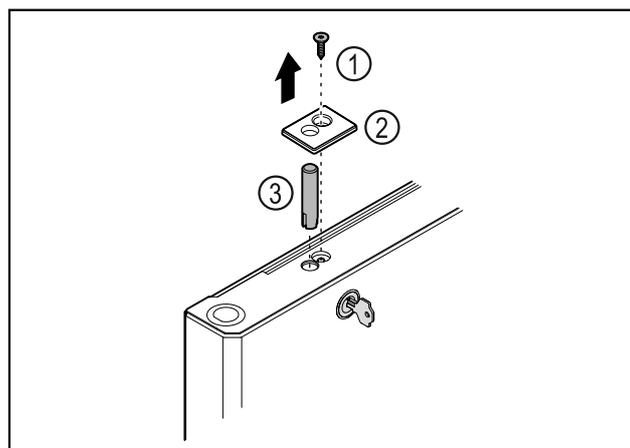

Fig. 37
- ▶ Schraube Fig. 37 (1) entfernen.
- ▶ Abdeckung Fig. 37 (2) mit einem kleinen Schraubendreher ausrasten und abnehmen.
- ▶ Schlossbolzen Fig. 37 (3) herausziehen.